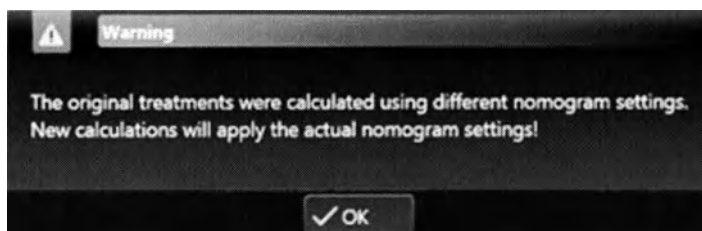

Рис. 105. Предупреждающее сообщение об отличающихся настройках номограммы
- ⇒ Если выбранная процедура рассчитана с использованием отличающихся настроек номограммы, то выводится предупреждающее сообщение (рис. 105).